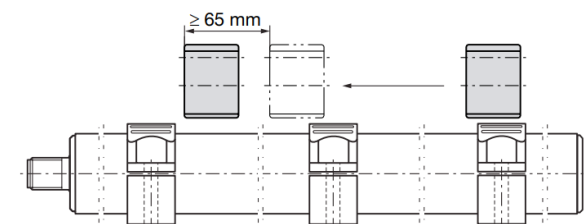

図 5-3: 複数のポインタを使用する場合の間隔
- 複数のポインタを使用する場合は、それぞれ 65 mm 以上の間隔を設けてください (図 5-3 を参照)。